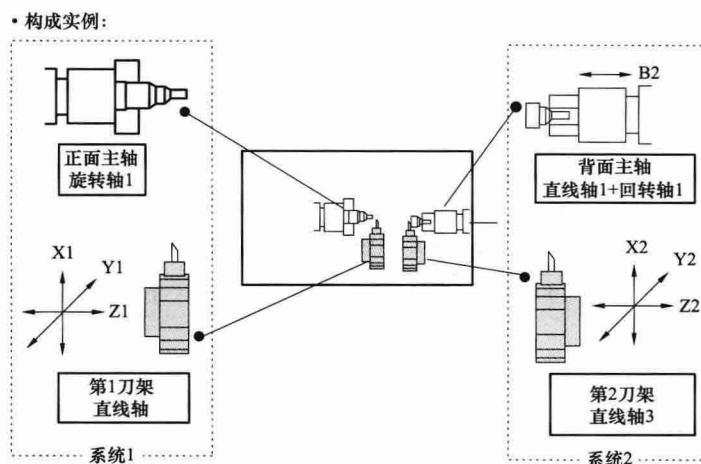

图 1-2-4 双路径控制示例
(1) 路径控制。双路径控制功能，可以实现两个刀具的独立控制。在一个自动车床上可以实现两个刀具同时加工，自动切削、车铣同时进行。双路径控制示例如图 1-2-4 所示。